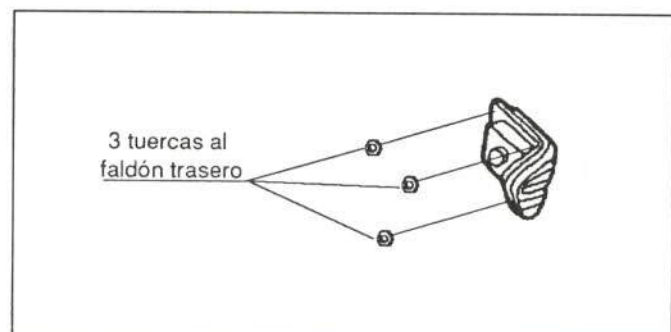

Figura 53.- Fijación de los pilotos traseros
El fabricante los comercializa como pieza de recambio independiente. En la figura 53 se muestra su fijación.
- Piloto trasero (figura 53)